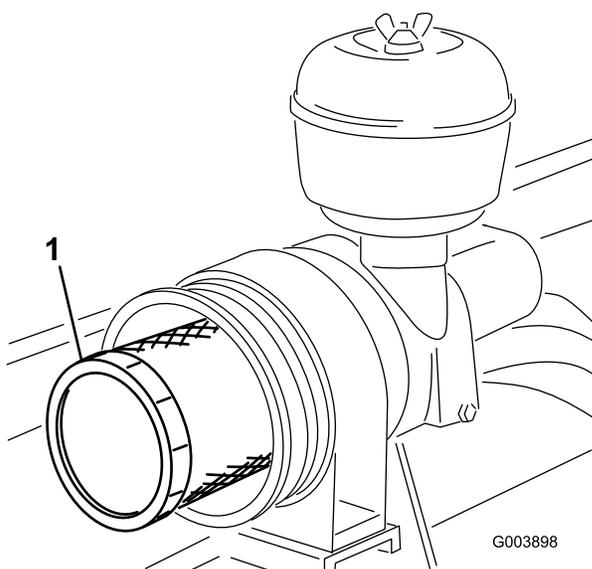

Figura 51
3. Togliete il filtro primario e sostituitelo (Figura 51).